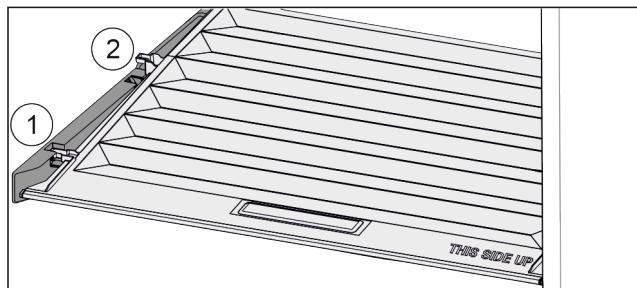

Fig. 97
- ▶ Потянуть крышку до отверстия в поддерживающих деталях вперед *Fig. 97 (1)*.
- ▶ Поднять сзади снизу и извлечь *Fig. 97 (2)* движением верх.